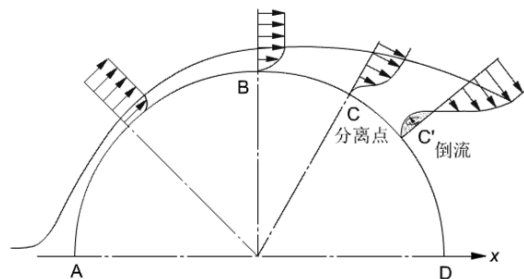

图 9. 边界层的分离
3、边界层的分离：（如图 9）边界层分离的原因、造成的后果。